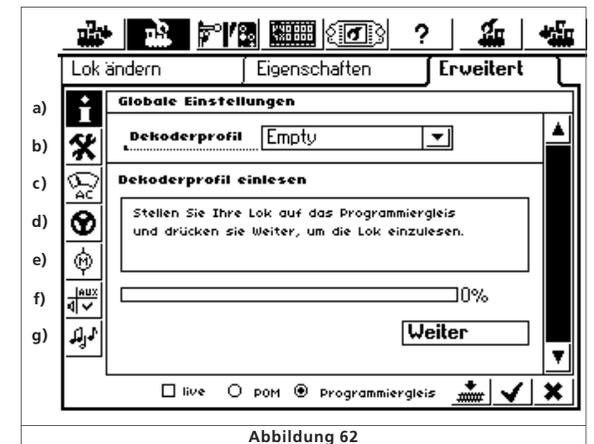

Abbildung 62
- Wechseln Sie auf den dritten Tab-Reiter mit der Aufschrift „Erweitert“. Es öffnet sich das gleiche Fenster wie in Abbildung 62 gezeigt.